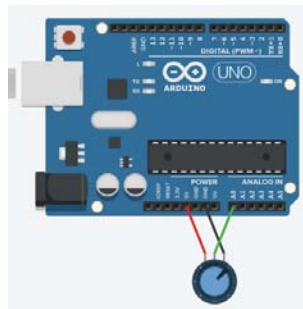

Figure 2
- 9) Lecture d'un signal analogique variable à l'aide d'un potentiomètre et visualisation des valeurs numériques correspondantes du convertisseur A/N par le moniteur série (Figure 2).